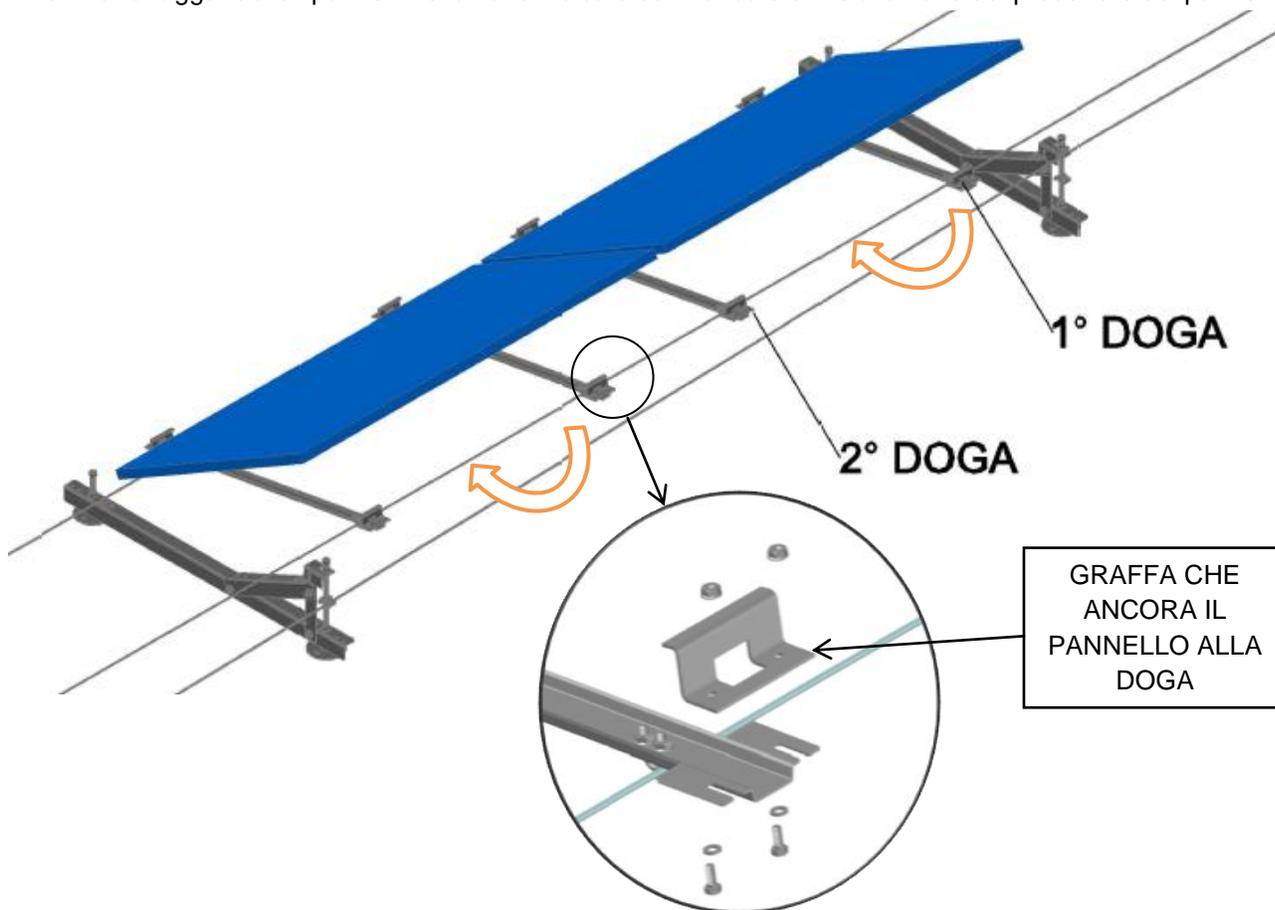

Figura 16
3. Appoggiare il pannello sulle due doghe e lasciare che il pannello scivoli verso il basso fino ad incastrarsi nella parte inferiore del gancio (Figura 16)